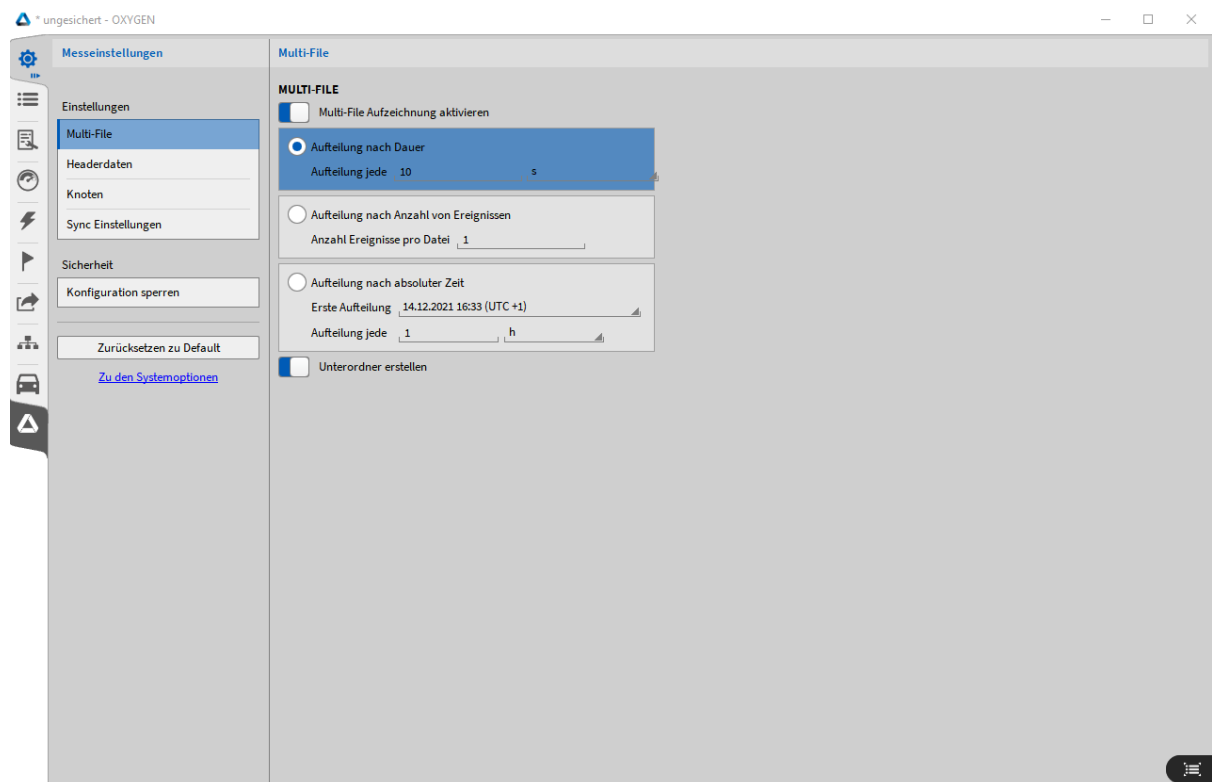

Abb. 5.5: Multi-File Aufzeichnung – Einstellungen
Multi-file Aufzeichnung werden standardmäßig in einem separaten Unterordner gespeichert, welcher den gleichen Namen wie die erste Multi-File Aufzeichnung hat. Um keinen Unterordner zu erstellen, deaktivieren Sie den Slider in den Multi-File Einstellungen (siehe Abb. 5.5).
Wenn Aufteilung nach Dauer (siehe ② in Abb. 5.5) ausgewählt wird, speichert OXYGEN die Daten automatisch in eine neue Datei sobald das Zeitintervall überschritten wird. Zum Beispiel wird in Abb. 6.1 alle 10 Sekunden eine neue Datei erstellt. Das Mindest-Intervall für eine Aufteilung ist 10 Sekunden.
Wenn *Aufteilung nach Anzahl von Ereignissen (Split by number of recording events)* (siehe ③ in Abb. 5.5) ausgewählt wurde erstellt OXYGEN eine neue Datei, sobald die definierte Anzahl von Ereignissen erreicht wurde. Zum Beispiel in Abb. 5.5, eine neue Datei wird erstellt sobald das 2., 4., 6., ... Ereignis beendet wurde.
Wenn Aufteilung nach Dauer (siehe ② in Abb. 5.5) ausgewählt wird, speichert OXYGEN die Daten automatisch in eine neue Datei nach jedem definierten Intervall. Die OXYGEN Aufzeichnungszeit wird als Referenzzeit verwendet. Die erste Aufteilungszeit kann im Pop-up Kalender ausgewählt werden.